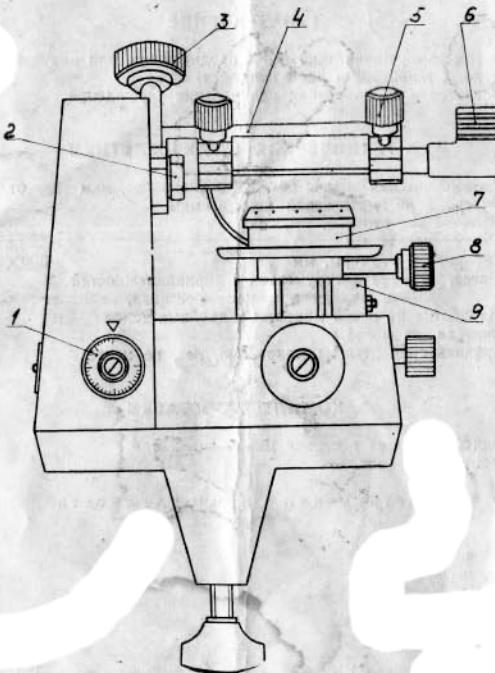
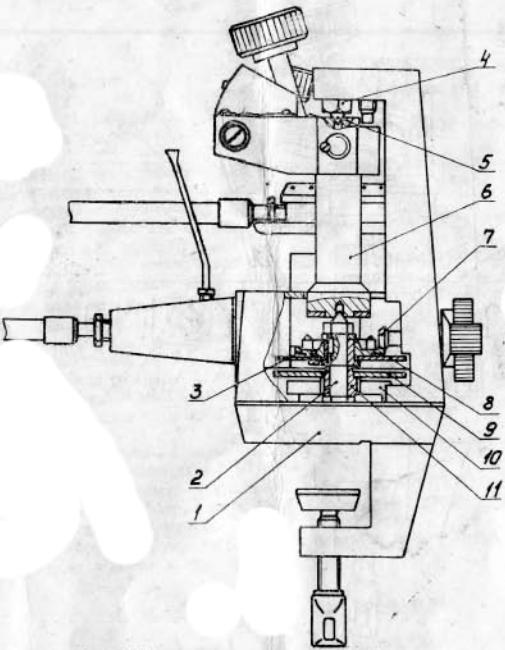
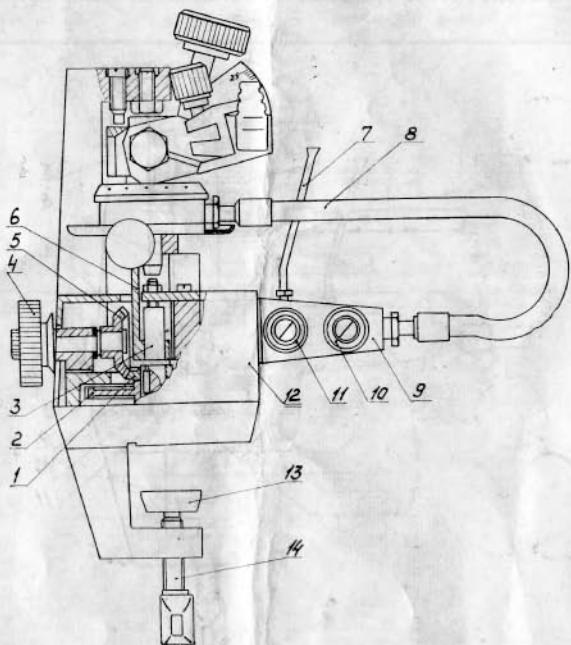

Рис. 1. Общий вид микротома.
Рис. 2. Механизм микрометрической подачи.
Рис. 3. Механизм подъема столика и замораживающая система.
Конструкция микротома поясняется рисунками; на рис. 1 показан общий вид микротома, на рис. 2 — механизм микрометрической подачи, на рис. 3 — механизм подъема столика и замораживающая система.
В станине 1 (рис. 2) укреплена неподвижная опора 2 и регулируемая резиновая опора 5. В опорах помещен держатель ножа, состоящий из кронштейна 6, держателя 4 (рис. 1), зажимной ручки 3, рукоятки поворота 6, двух винтов крепления ножа 5. Держатель с ножом может быть повернут на оси 2 на требуемый угол и зафиксирован ручкой 3.
Нижняя часть кронштейна 6 (см. рис. 2) несет на себе рычаг с собачкой. При повороте держателя собачка входит в зацепление с храповым колесом 9 и поворачивает его. Угол поворота храпового колеса, а соответ-
ственно величина микрометрической подачи, регулируется кулачком 8. Положение кулачка изменяется при помощи лимба 1 (рис. 1) и пары конических шестерен 7 и 3 (см. рис. 2).
Храповое колесо 9 жестко связано с шестерней 11, которая через шестерню 10 передает вращение шестерне 2 (см. рис. 3), сидящей на микровинте 3. В зацеплении с микровинтом находится резьбовая часть ползуна 6, который вместе с замораживающим столиком 7 (см. рис. 1), укрепленным в ползунах рукояткой 8, перемещается по вертикальным направляющим стойкам 9 при вращении микровинта.
На микровинт насажена также коническая шестерня 1 (см. рис. 3), находящаяся в зацеплении с шестерней 5, сидящей на одной оси с рукояткой 4, которая служит для подвода столика к ножу и отведения его вниз «вручную».
7.1. Укрепить нож в держателе 4 (см. рис. 1) с помощью винтов 5, 7.2. Отпустить ручку 3, установить держатель с ножом под необходимым углом и зафиксировать.
7.3. Вращая рукоятку 4 (см. рис. 3), отвести столик в крайнее нижнее положение.
7.8. С помощью лимба 1 (см. рис. 1) установить подачу 20...30 мкм и, поворачивая держатель за ручку 6, произвести срезы для выравнивания объекта.
8.1. Уход за микротомом сводится, главным образом, к содержанию его в чистоте и своевременной смазке трещущихся частей: направляющих стойки 9 (см. рис. 1), опор 2 и 5 (см. рис. 2) микровинта 3 (см. рис. 3), а также всех шестерен механизма микрометрической подачи.